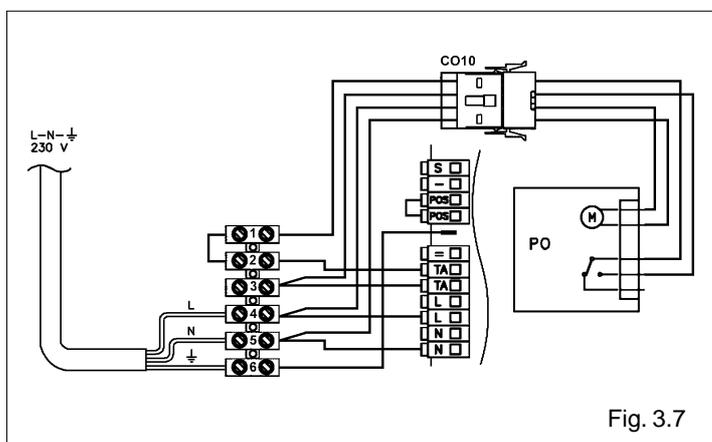

Fig. 3.7
- conectar los cables eléctricos a los correspondientes bornes de la manera ilustrada en los esquemas (fig. 3.7 - 3.8)
- conectar el programador horario acoplado el conector macho al correspondiente conector hembra presente en el interior del cuadro de mandos (CO10) (fig. 3.7 - 3.8).
**⚠** Si se prevé el montaje del programador horario sin el termostato ambiente desplazar el puente desde los bornes 2-3 hasta los bornes 1-2 (fig. 3.7).